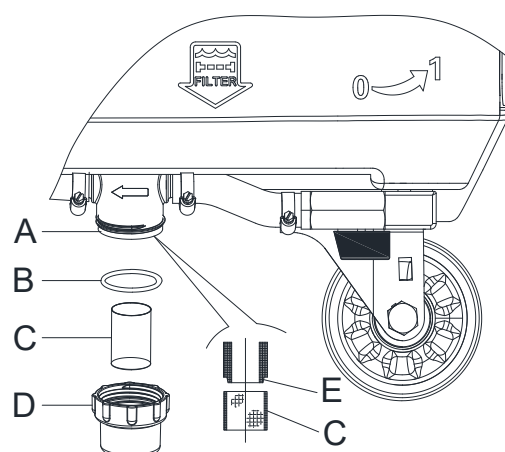

Figura 11
4. Quite la tapa (D, Figura 11), luego quite la rejilla filtrante (C). Límpiela y móntela en el soporte (A).
Coloque correctamente la rejilla filtrante (C, Figura 11) en el alojamiento (E) del soporte (A).